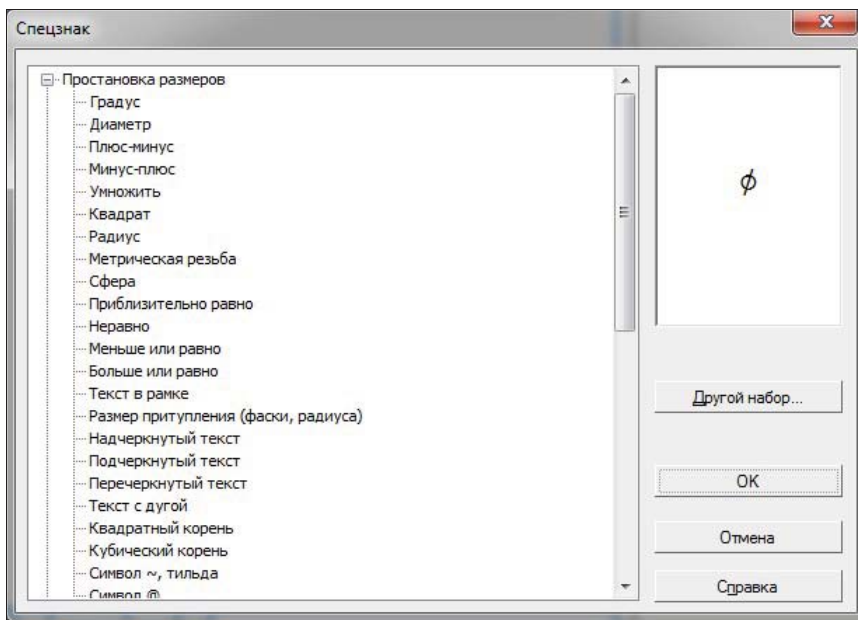

Рис. 12.16. Диалог Спецзнак
- ◆ при нажатии ЛК мыши на кнопку **Спецзнак** появляется одноименное диалоговое окно (рис. 12.16), раскрыв списки в котором вы можете выбрать необходимую вставку;